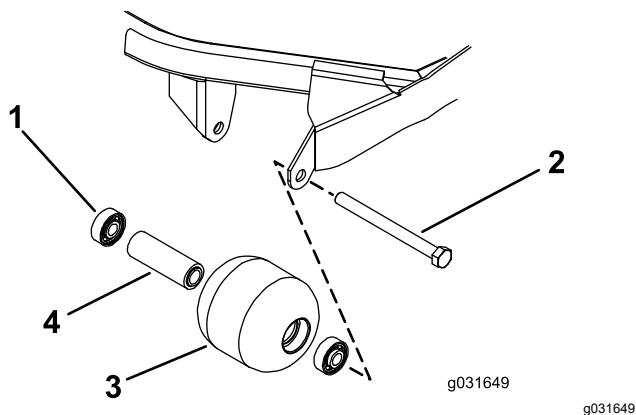

Figura 71
1. Rimuovete il bullone di montaggio del rullo (Figura 71).
- Verificate la presenza di eventuali danni sull'alloggiamento, sui cuscinetti e sul distanziale del cuscinetto del rullo (Figura 71).
- Premendo soltanto sulla pista esterna o, in misura uguale, sulla pista interna ed esterna, spingete il primo cuscinetto nell'alloggiamento del rullo (Figura 71).
- Inserite il distanziale (Figura 71).
- Premendo soltanto sulla pista esterna o, in misura uguale, sulla pista interna ed esterna, spingete il secondo cuscinetto nell'alloggiamento del rullo fino a quando non è a contatto con il distanziale (Figura 71).